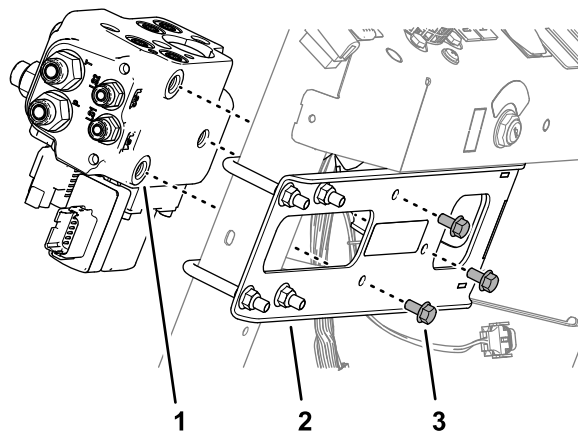

Figura 81
1. Alinee los orificios del cuerpo de la válvula de dirección EHI con los orificios del soporte del distribuidor (Figura 81).
2. Sujete la válvula al soporte (Figura 81) con 3 tornillos con arandela prensada (8 x 16 mm).